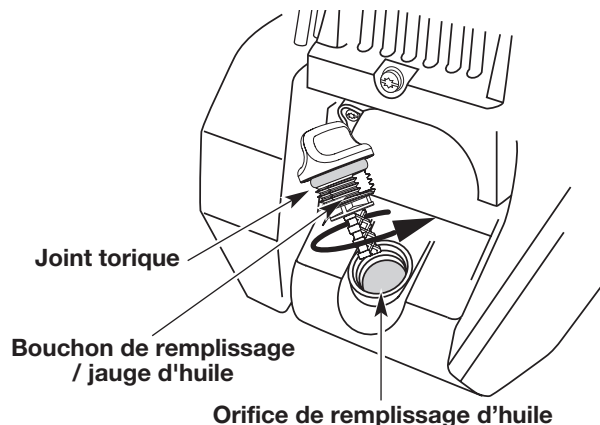

Fig. 16
3. Retirez le bouchon / la jauge d'huile du carter-moteur. Versez tout le contenu de la bouteille d'huile dans le carter-moteur (Fig. 16).